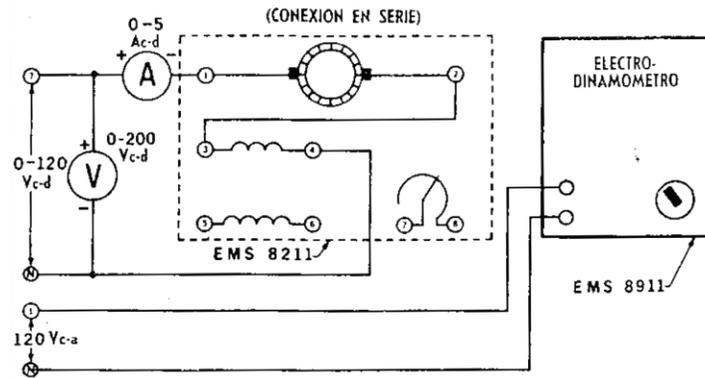

Figura 5-1.
1. Conecte el circuito que aparece en la **Figura. 5-1**, utilizando los **Módulos EMS de fuente de energía, motor/generador de c-d, medición de c-d y electrodinamómetro.**